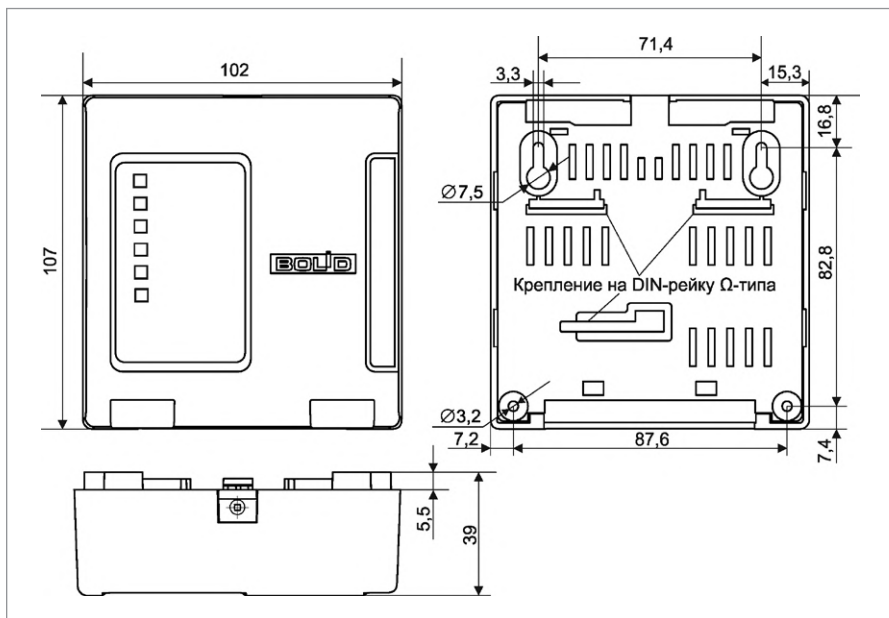

Рисунок 34. Внешний вид, габаритные и установочные изделия
1.1. Наметьте на стене места для трёх установочных отверстий (двух верхних, имеющих форму пазов для навешивания, и одного из нижних на выбор) в соответствии с габаритным чертежом (см. Рисунок 34).